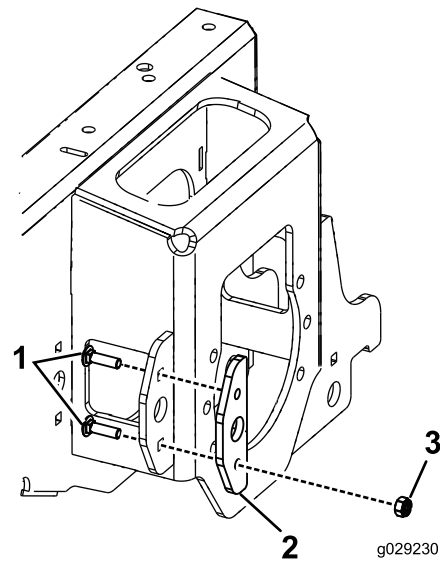

Bild 1
8. Montieren Sie die Verschleißplatte mit den Schlossschrauben und der M10-Mutter außen an der vorderen Hubhalterung (**Bild 1**).